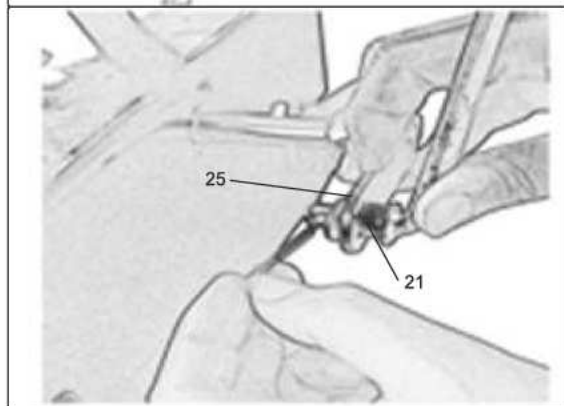

Рис.9.3
•Повторите сборочную операцию на кронштейне выбора передачи (25) в нижней части снегоуборщика (рис. 9.3).